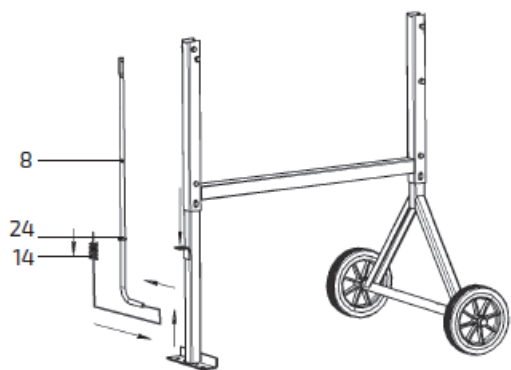

Рис. 6. Установка оси
3. Установить на ось (8) шайбу (24), пружину (14). Установить ось в сборе с пружиной и шайбой в уголок опоры левой (4) (рис. 6).